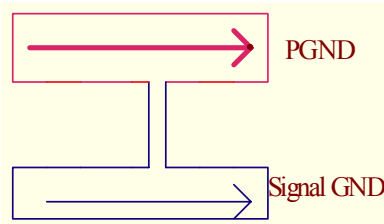

Figure16(Right)
- PGND 和 Signal GND 要用单点连接，且连接的通路一定要尽可能的窄(如 Figure16 所示)。